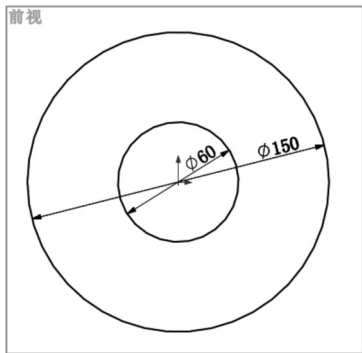

图 5-133 在前视基准面中绘制草图
- [2] 在前视基准面中绘制草图，如图 5-133 所示。